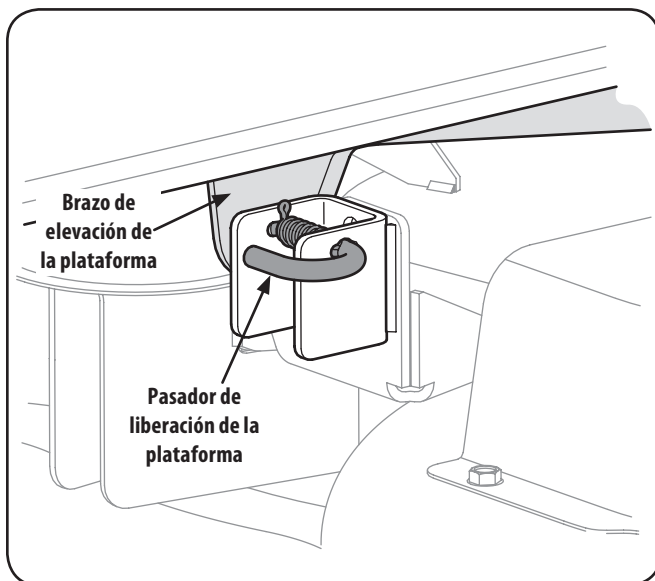

Figura 7-7
7. Ubique los pasadores de liberación de la plataforma del lado izquierdo y del lado derecho que se encuentran a cada lado de la plataforma. Tire de los pasadores de liberación hacia afuera y suelte la plataforma de los brazos de elevación del lado derecho e izquierdo de la plataforma. Consulte la Figura 7-7.
4. Tire de los pasadores de liberación de la plataforma hacia afuera y ubique la plataforma según sea necesario para alinear los orificios de los brazos de elevación de la plataforma con los pasadores. Consulte la Figura 7-7.
6. Vuelva a instalar la varilla de elevación delantera de la plataforma y sujétela en su lugar con el pasador de chaveta. Consulte la Figura 7-7.